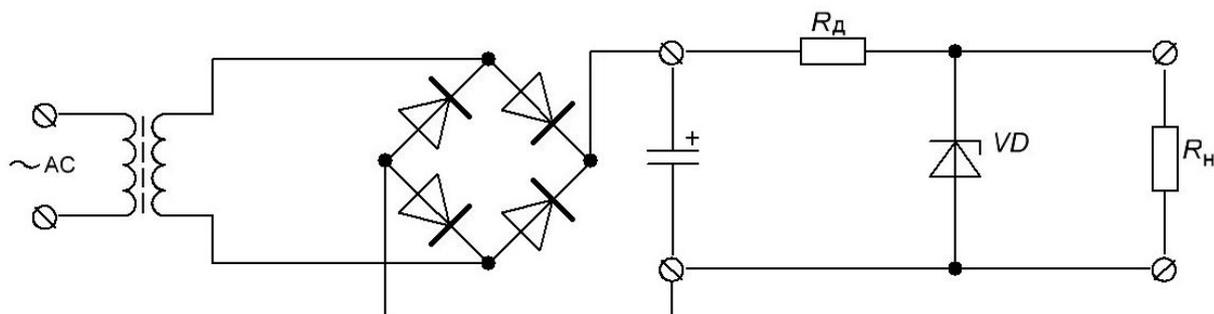

Рисунок 25 – Схема мостового выпрямителя с подключенным к нему параметрическим стабилизатором
4. Собрать схему мостового выпрямителя (рисунок 25), подключив ко входу трансформатор с $U(t) = 12 \text{ В}$, выход – ко входу стабилизирующего четырехполюсника.